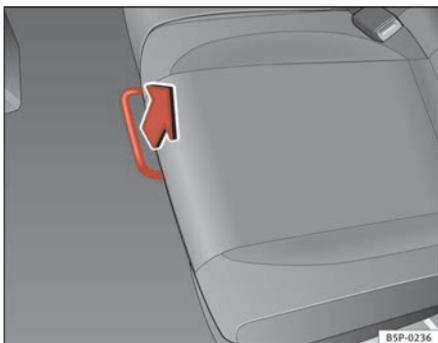

Fig. 96 Leva di sblocco del sedile posteriore
- Nella posizione a sedere, sbloccare la leva nel senso della freccia ⇒ fig. 96.